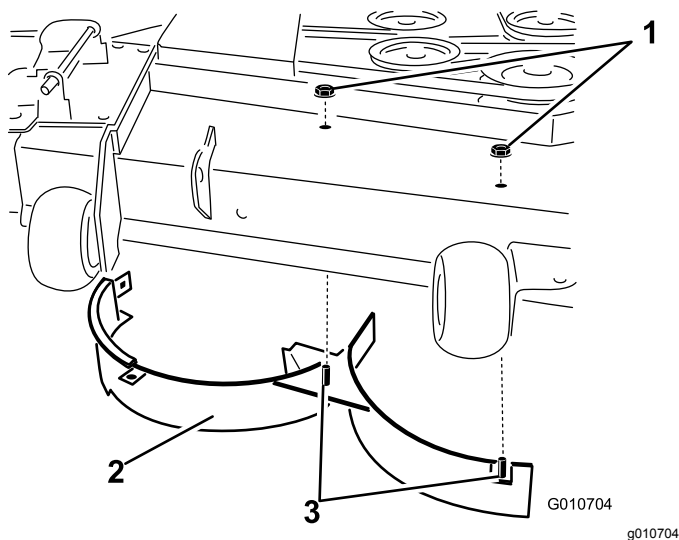

Figura 14
8. Remova as duas porcas de bloqueio (5/16 pol.) presas aos postes soldados do abafador direito, na parte superior da plataforma do cortador, nas posições central e direita (Figura 14).